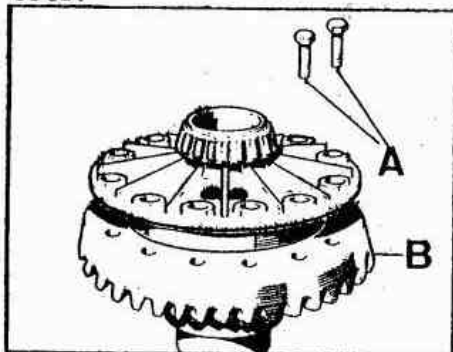

Fig. E-74 Desmontaje de la corona
- 1.9. Retirar los tornillos, A (Fig. E-74), de fijación de la corona, B, y extraer ésta.